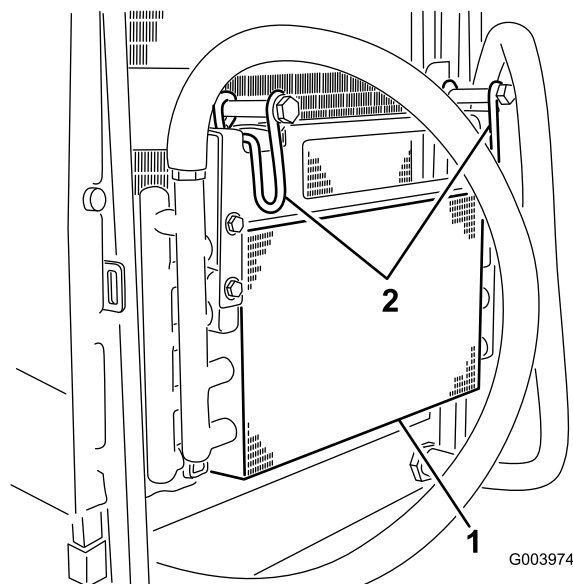

図 69
5. オイルクーラのラッチを内側に倒してオイルクーラを外す 図 69。